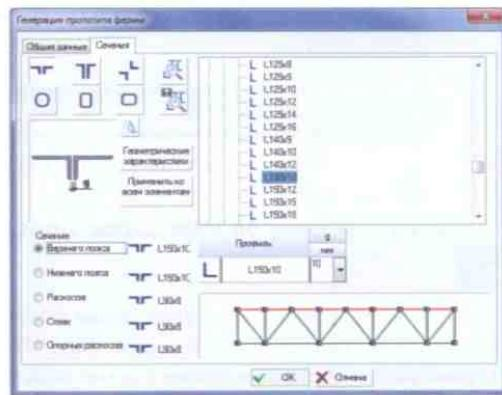

Рис. 5.2-2. Страница **Сечения** диалогового окна
- перейти на страницу **Сечения** (рис. 5.2-2);